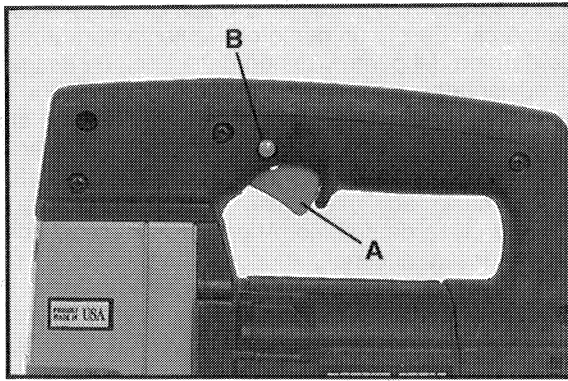

Fig. 5
2. Apriete el gatillo interruptor (A) Fig. 5 para poner el motor en marcha. Suelte el gatillo interruptor para parar el motor. Esta sierra tiene un gatillo que controla la velocidad variable: al apretar el gatillo, la velocidad aumenta.
3. Botón de fijación – Un botón de fijación (B) Fig. 5 se provee para mantener la sierra en marcha sin tener que apretar el gatillo interruptor. Para fijar el gatillo en esta posición, apriete el gatillo hasta su límite y enganche (empuje) el botón y suelte el gatillo.